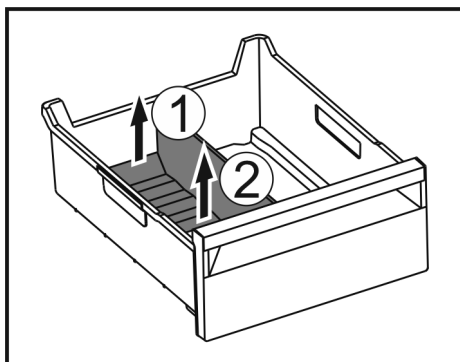

Fig. 147
- ▶ Løft opp baksiden av isrom-deleren. Fig. 147 (1)
- ▶ Ta ut isrom-deleren oppover. Fig. 147 (2)